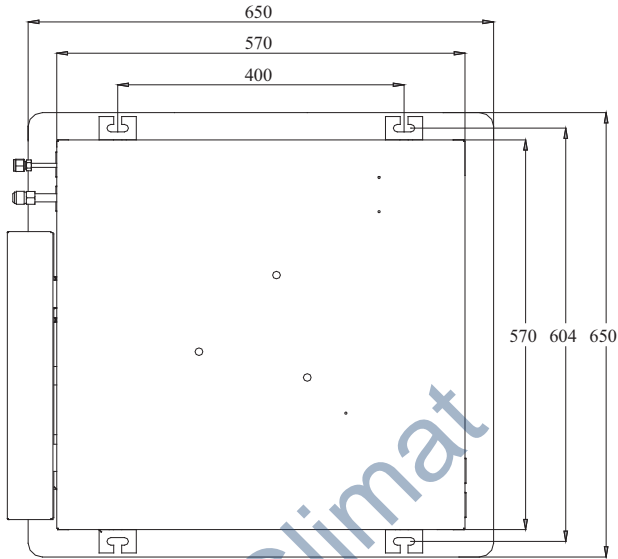

Рис. 10.2
10.2.1 Блоки кассетного типа (рис. 10.2)